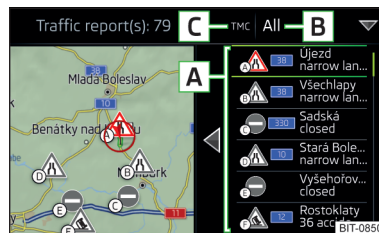

Fig. 246
În lista mesajelor despre trafic, precum și pe hartă se afișează maxim 6 mesaje, care sunt prezentate cu o literă și cu simbolul unui blocaj în trafic (de exemplu [A], [A], [A]) » fig. 246.
În poziția [C] » fig. 246 pot fi inserate următoarele simboluri.
- ▶ **Are loc o ghidare în traseu** - după atingerea suprafeței de comandă funcții **B** » fig. 246, în meniul afișat se pot alege, prin atingerea suprafeței de comandă funcții **Toate zonele**, toate mesajele din trafic, **sau** prin atingerea suprafeței de comandă funcții **Traseu**, numai mesajele din trafic disponibile pentru respectiva rută.